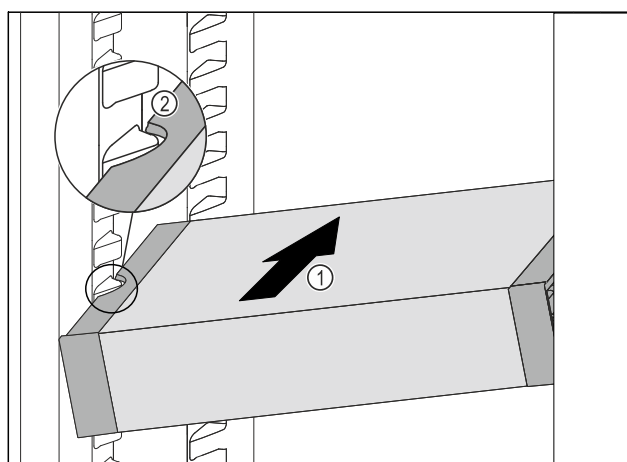

Fig. 205
- VarioSafe gurajte koso u hladnjak Fig. 205 (1) sve dok se bočni otvori Fig. 205 (2) ladice VarioSafe ne nađu na visini žljeba spremnika u hladnjaku.